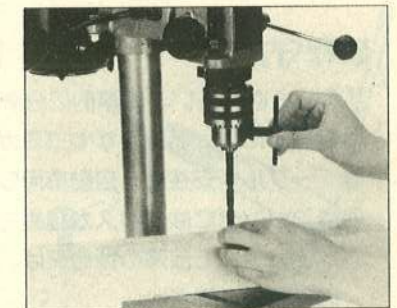

図13
①ドリルを約1" (25.4%)ほどチャック(口部)にさし込みます。小さなドリル使用時には口部がドリルの軸にさわるまでさし込まないで下さい。鍵でチャックをしめる前に、ドリルがチャックのまん中にあるのを確かめて下さい。図13参照